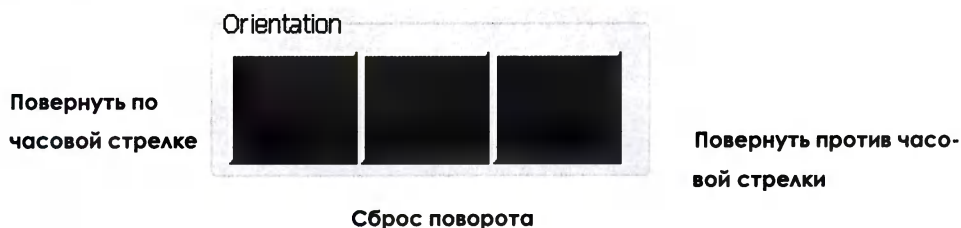

Рисунок 94
– кнопки вращения изображения также находятся на контрольной строке на мониторе (см. рисунок 94).